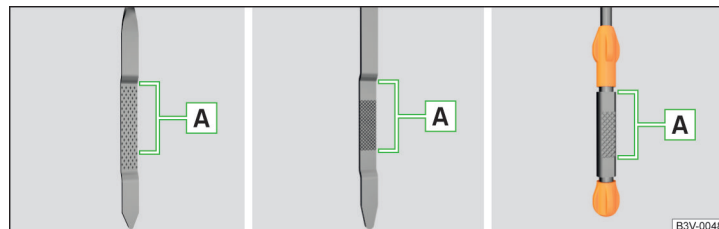

Abb. 327 Ölmesstabvarianten
Der Ölstand muss im Bereich **A** liegen » Abb. 327. Liegt der Ölstand unterhalb des Bereichs **A**, das Öl nachfüllen.
- Der Ölstand darf keinesfalls außerhalb des Bereichs **A** liegen » Abb. 327 - anderenfalls besteht die Gefahr der Beschädigung des Motors sowie der Abgasanlage.